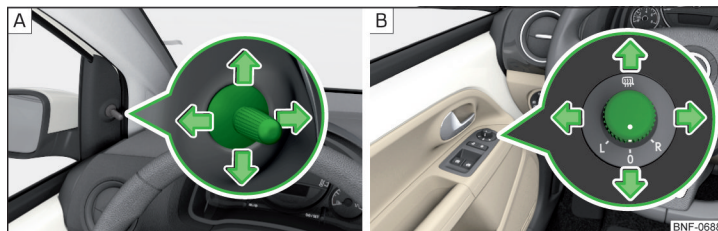

Fig. 51 Operación del retrovisor: mecánico/eléctrico
- » Para el **ajuste** del área del espejo mover el botón giratorio en el sentido de las flechas » fig. 51.
El botón giratorio para el espejo ajustable eléctricamente se puede mover en las posiciones siguientes » fig. 51 - [B].